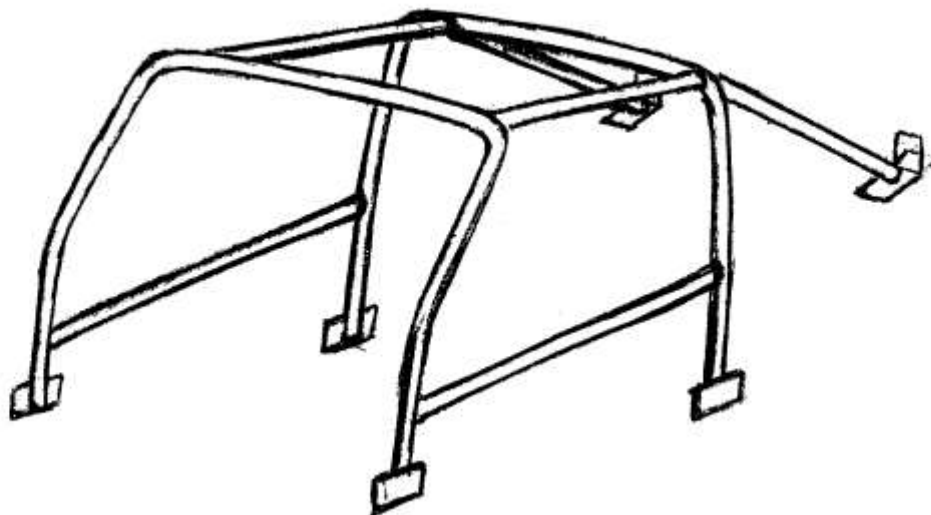

Рисунок 1
3. Каркас безопасности должен соответствовать схеме (Рис.1).